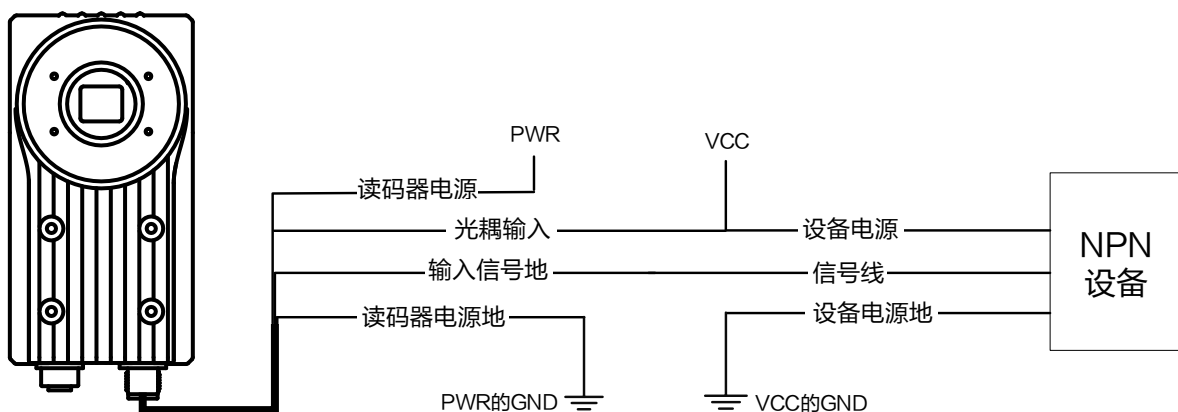

图4-7 输入信号接 NPN 设备（不使用上拉电阻，适用于 ID6200EM 型号设备）
- MV-ID6200EM-00C-NNG 型号设备接线图如图 4-7 所示。